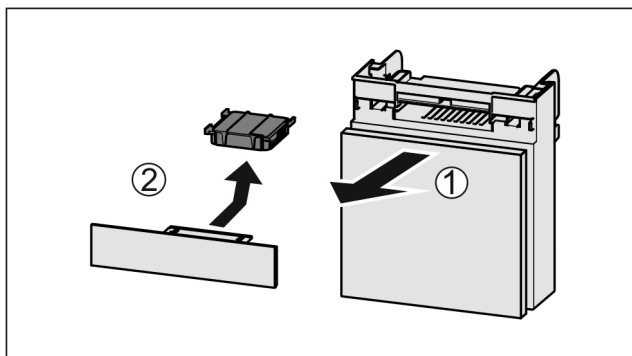

Fig. 123
- Retire el compartimento hacia delante Fig. 123 (1).
- Retire el filtro de carbón activo Fig. 123 (2).